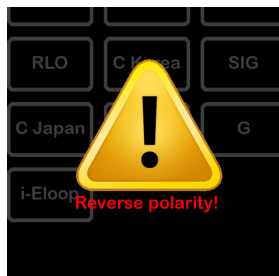

Рисунок 13
1. У разі підключення затискачів «крокодил» до АКБ із неправильною полярністю на екрані з'явиться повідомлення (див. рис. 13).